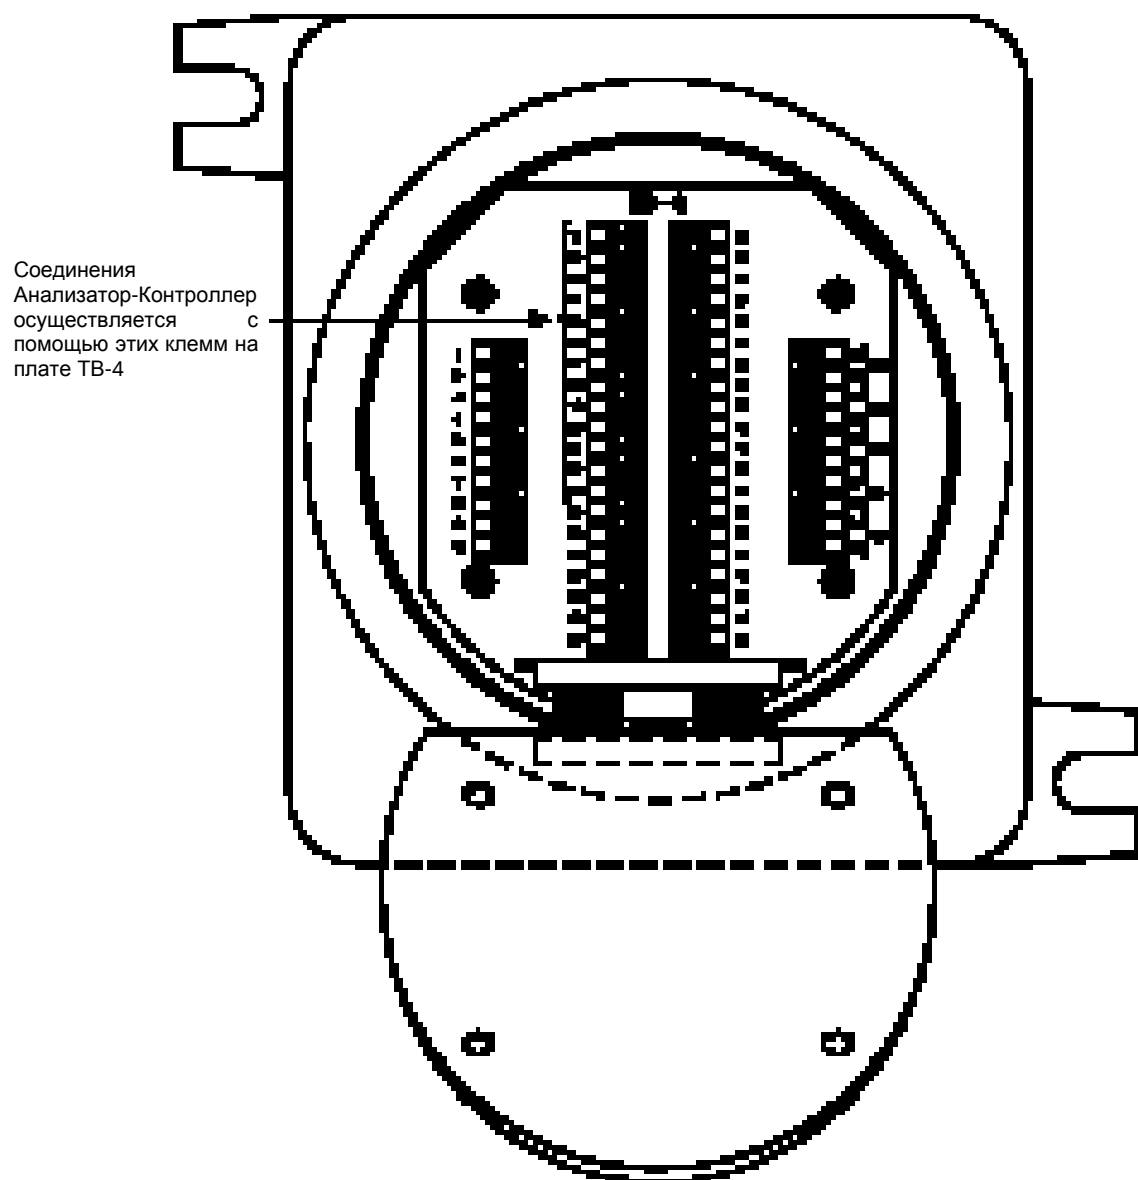

Рисунок 3-5. Плата привода клапана, обращенная лицевой частью вниз, и удерживаемая ее кабелем, позволяет осуществить доступ к плате ТВ-4.
- (4) Сняв крышку кабельного ввода, отверните и извлеките четыре (4) винта с накаткой, которые удерживают плату привода клапана.
- (5) Осторожно, удерживая за края, снимите плату привода клапана с крепежных винтов. Не отсоединяйте плату привода клапана от кабеля; позвольте этой плате оставаться в подвешенном состоянии, с лицевой частью обращенной вниз, и удерживаемой кабелем (смотрите Рисунок 3-5).